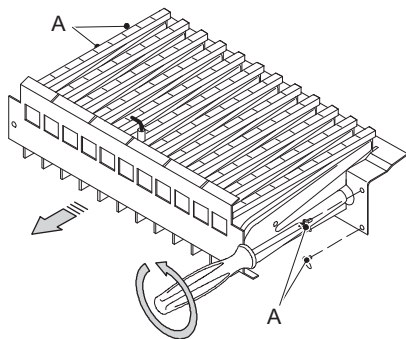

Рисунок 8.1
- Снять переднюю панель камеры сгорания и горелку, см. Рисунок 8.1.
- Поставить на место горелку и переднюю панель камеры сгорания, см. Рисунок 8.1.